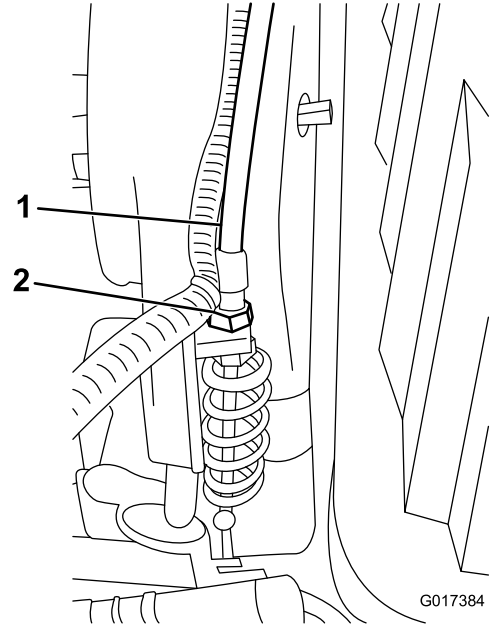

图51
3. 在变速箱隔板上调整滚刀控制装置拉线 (图51) 使弹簧长度达到 70.672.4mm。